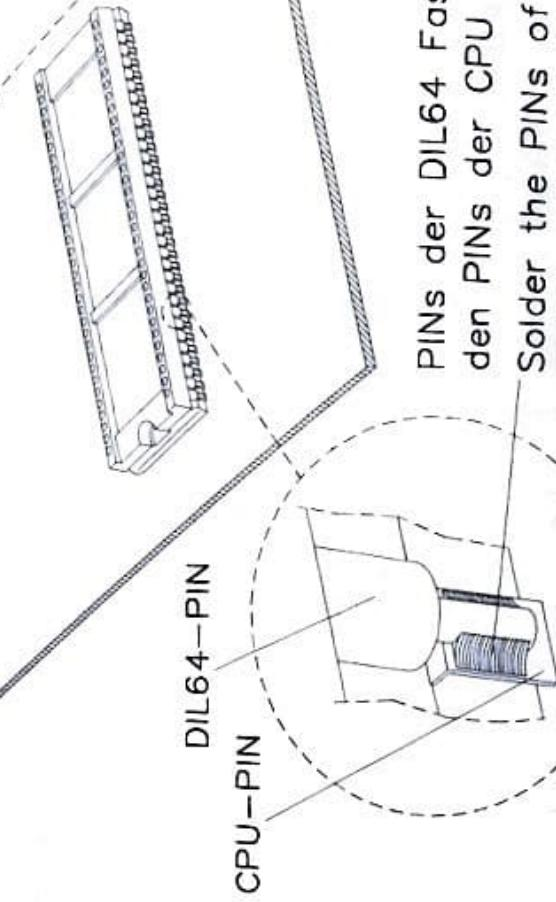

Bild 2.2.b
7. ATonce wie in Bild 2.2.c dargestellt, in die aufgelöste Fassung einstecken. Darauf achten, daß alle Pins der ATonce Leiterplatte (64 Stück) sauber in die Fassung eingeführt werden (nicht verkanten) und fest sitzen. Sollten andere Bauteile (Kondensatoren, Quarze etc.) ATonce berühren, so müssen diese gegebenenfalls vorsichtig umgebogen und/oder mit Isolationsklebeband isoliert werden.
8. Das freie, von der ATonce-Leiterplatte wehängende Kabel an den entsprechenden PIN des SHIFTER-Bausteins (PIN39) anlöten. Über dieses Kabel erhält der ATonce seinen 16MHz Takt. Siehe Bild 2.2.c. Dazu muß der Abschlußdeckel des HF-Käfigs abgezogen werden. Das Kabel so durch die Slitze des Abschlußdeckels legen, daß es beim Schließen des Abschlußdeckels nicht eingeklemmt werden kann.